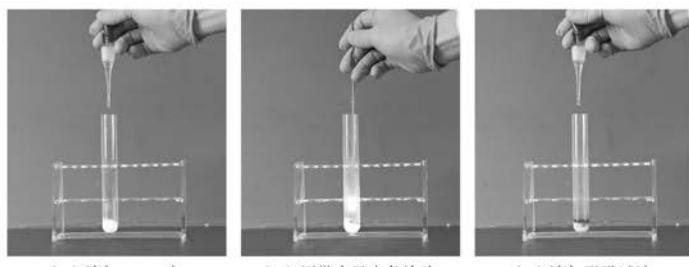

图5.11 过氧化钠与水反应
1. 如图5.11所示，取一小匙过氧化钠置于干燥的试管中，向试管里滴加3 mL水，用带火星的木条，检验生成的气体，用手触感试管底部的温度，然后滴入几滴酚酞试液，观察并记录现象。